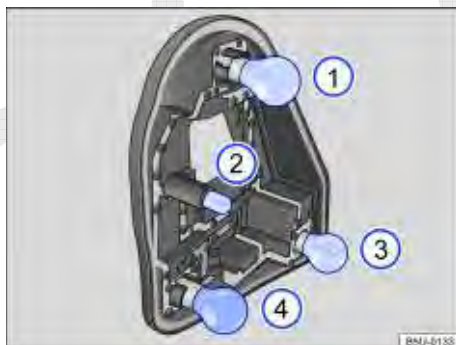

Fig. 188 No suporte das lâmpadas: localização das lâmpadas.
10.	Para remover as lâmpadas incandescentes queimadas ⇒ Fig. 188 ①, ③ e ④, pressionar a lâmpada contra o suporte e girar para removê-la.
11.	Para remover a lâmpada incandescente queimada ⇒ Fig. 188 ②, puxar a lâmpada do suporte para removê-la.
13.	Para inserir as lâmpadas novas ①, ③ e ④ no suporte, pressionar a lâmpada e girar até o batente.
14.	Para inserir a lâmpada nova ② no suporte, encaixar e empurrar a lâmpada no suporte.
A localização e a identificação das lâmpadas incandescentes ⇒ Fig. 188 estão relacionadas a seguir: